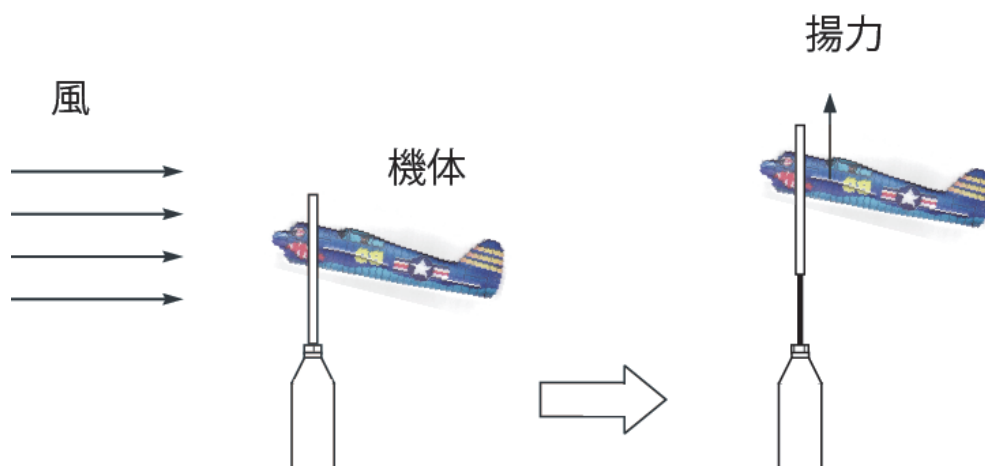

図7 機体上昇時の挙動の概略図
- (1) 送風機を停止した状態で、装置を送風機の前で持つ。実験者は送風機の正面ではなく、側面に立つ方が良い。
- (2) 風速を徐々に上げていく。
- (3) ある風速で、翼にはたらく揚力が重力より大きくなり、機体上昇する(図7)。
(4) ペットボトルを持つ角度を変えることで迎角が変わり、揚力が変化の様子が見られる。